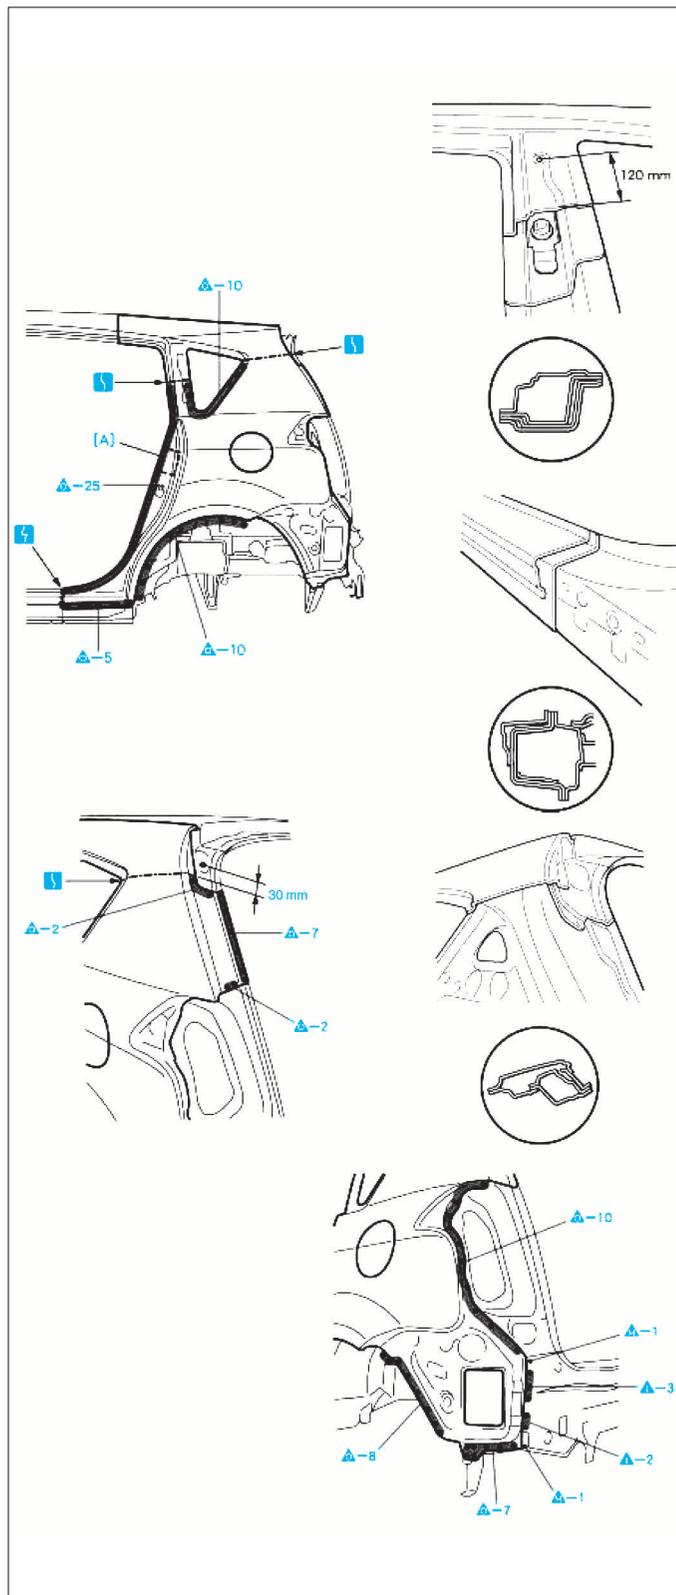

FIG. 25
- Couper l'aile AR aux endroits indiqués tout en respectant les distances de coupe (Fig.25).
À la repose, appliquer du produit adhésif sur la zone (\*1) du renfort d'embase de aile arrière (A) (Fig.25)